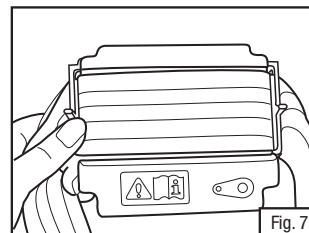

Fig. 7
- Faire passer la ceinture dans le couvercle arrière et replacer ce dernier sur le dos de l'ensemble porte-filtre (Fig. 7).